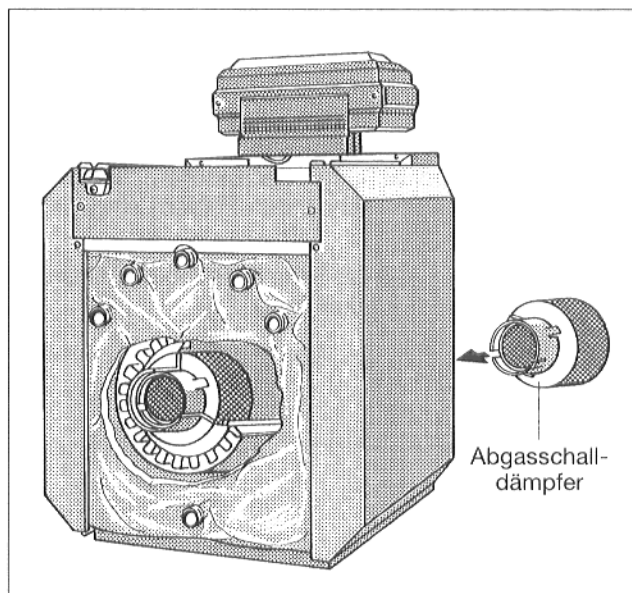

Abb. 25
- Abgasschalldämpfer vom Brennraum aus in den Abgasstutzen einlegen (Abb. 25).
- Flammtopf wieder so einsetzen, daß die Haltebügelstege vorne, unten in den Vertiefungen der Heizflächen liegen (Abb. 25).